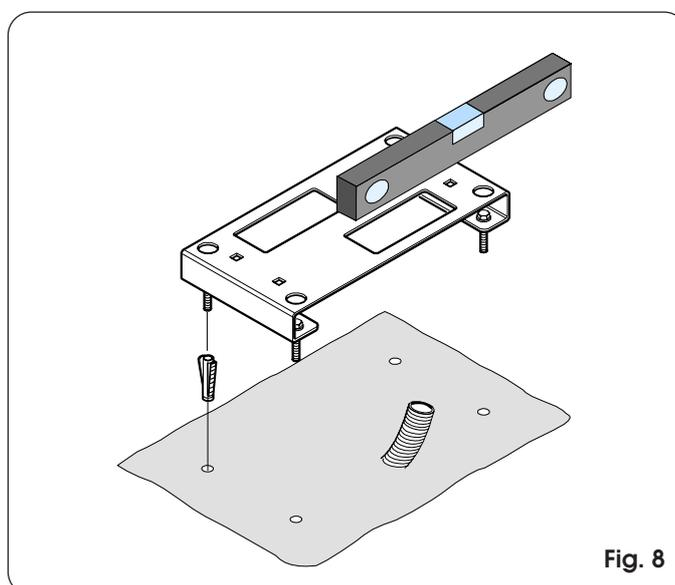

Fig. 8
- 2) Fije la placa de cimentación al pavimento utilizando los adecuados tacos (Fig. 8) previendo una o más vainas para el paso de los cables eléctricos a través de la placa (Fig. 6-7 Ref. ①). Compruebe con un nivel que la placa esté perfectamente horizontal.